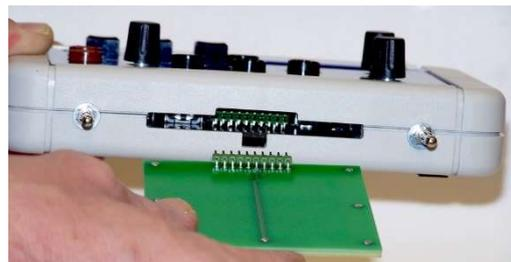

Fig. 5: Einsetzen der Leiterkarte
- Leiterplatte in die Aufnahme des Basisgeräts schieben bis die Kontaktstifte in der Vielfachbuchse stecken. Dabei auf die richtige Orientierung der Leiterkarte achten (siehe Fig. 5).